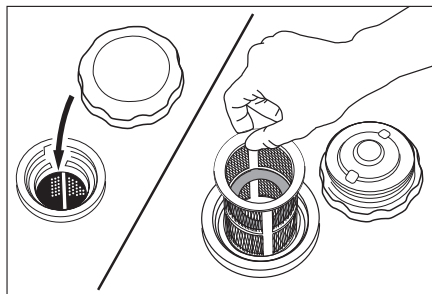

рис. 17
1. Снимите пластмассовый фильтр, расположенный под крышкой горловины топливного бака (рис. 17).